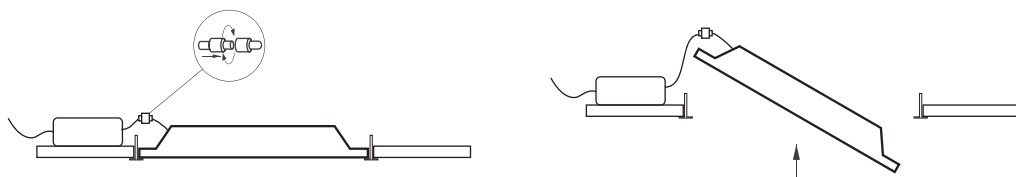

Рис. 2. Установка и подключение светильника
3.5. Установите светильник и блок питания в ячейку Т-профиля «Армстронг», как показано на рис. 2. Не размещайте блок питания на задней поверхности светильника. Разместите его на соседней декоративной панели. Это снизит нагрев и продлит ресурс светильника.